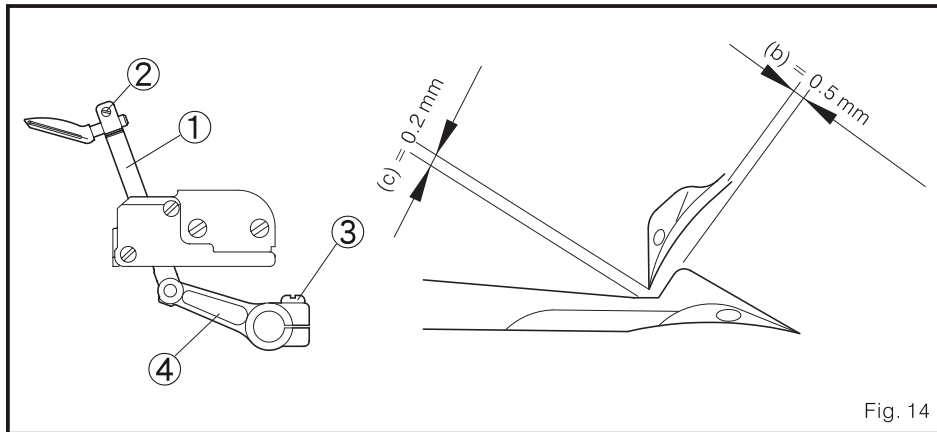

Fig. 14
(3) Quando o looper superior encontra com o looper inferior, o espaço ideal (b) é próximo 0.5 mm, como também pode ser (c) 0.2 mm. Depois de ajustar, por favor, fixe fortemente os parafusos 2 e 3. (Fig. 14)